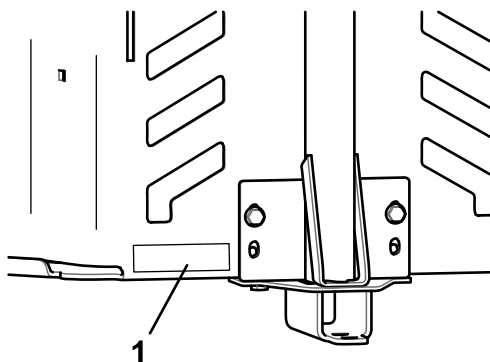

Figura 9
5. Enganche la pegatina de la barra de tracción 1.3 cm (1/2") hacia la izquierda del montaje de accesorios (Figura 9).